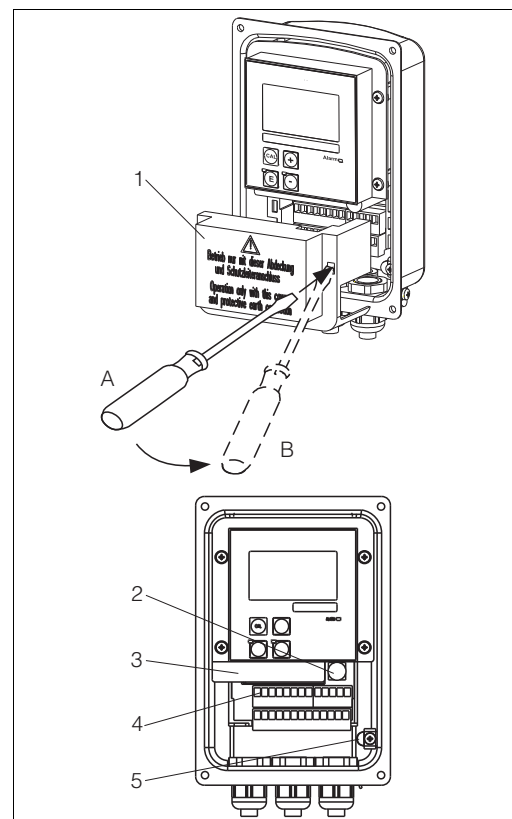

Abb. 18: Ansicht in das geöffnete Gehäuse
Nehmen Sie den Abdeckrahmen von den Klemmenblöcken ab. Führen Sie dazu den Schraubendreher gemäß Abb. 18 in die Ausstanzung (A) und drücken die Lasche nach innen (B).